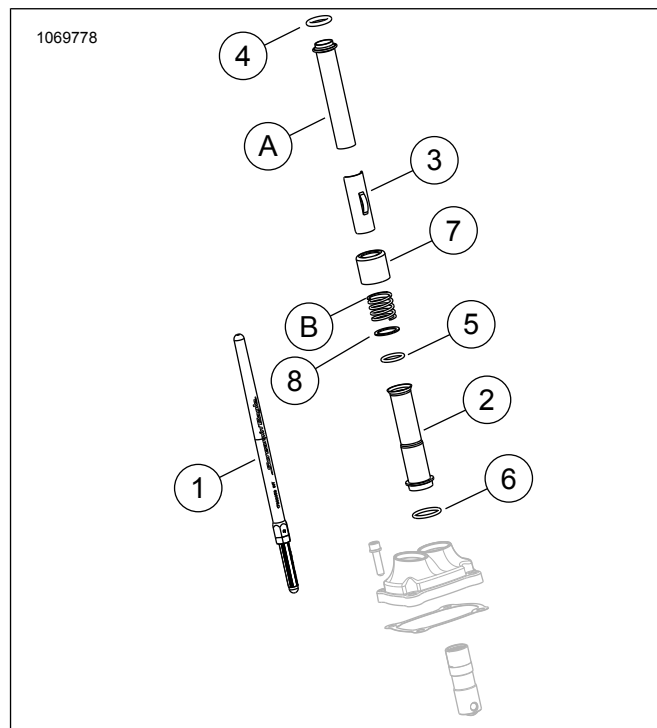
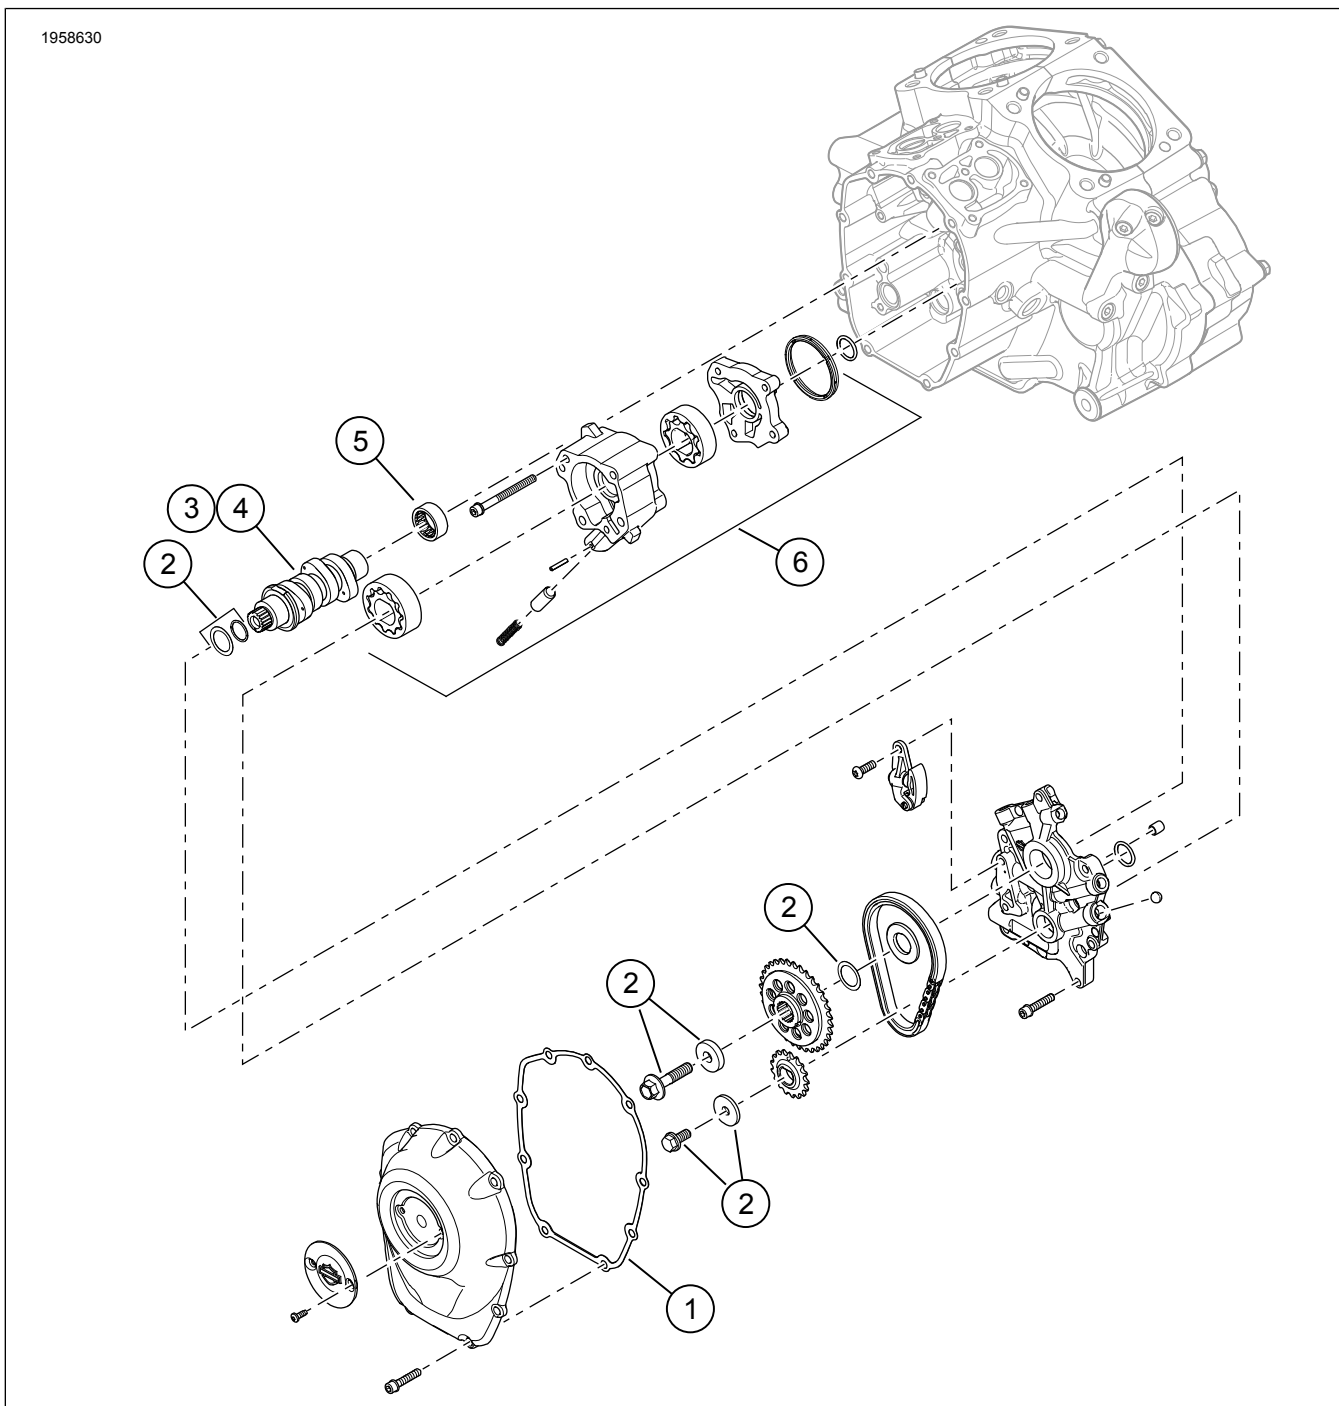

Figura 3. Peças de reposição
Figura 4. Peças de reposição: Kit Screamin' Eagle Milwaukee-Eight Stage 2
Ver Figura 3 a Figura 4, e Tabela 2 a Tabela 3.
1. Figura 4 Instale a bomba de óleo. Consulte MOTOR no manual de serviço.